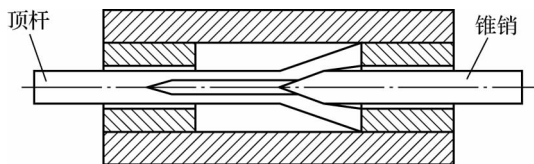

图 7-8 用顶杆和锥销拆卸
(1) 用顶杆和锥销拆卸。如图 7-8 所示,按轴承内径配车一个顶杆,在顶杆的一端钻或车出一个锥孔或直孔,然后锯出十字槽。拆卸时,顶杆插入左孔内,右端插入一根锥销,目的是使顶杆端部扩张,然后用锤子轻轻敲打顶杆即可将轴承顶出。